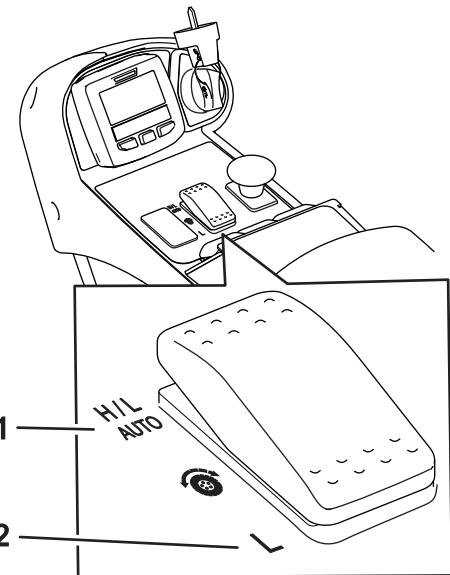

Рисунок 25
- В нормальных рабочих условиях машину следует эксплуатировать при положении переключателя диапазона скоростей H/L AUTO (ВЫС./НИЗК. – АВТОМ. РЕЖ.) (Рисунок 25). Это положение позволяет машине автоматически переключаться между диапазонами низких и высоких скоростей в зависимости от ее применения для скашивания или транспортировки.
- При выборе положения переключателя диапазона скоростей Low (Низкий) (Рисунок 25) машина всегда будет работать в диапазоне низких скоростей. Эту настройку предпочтительно использовать в мастерской, при погрузке на прицеп и выгрузке с прицепа, при движении вверх по крутым склонам или при любых других операциях, когда нежелательно применять более высокие значения скорости тягового привода диапазона высоких скоростей.
Данная машина имеет 2 диапазона скоростей тягового привода: низкий и высокий. Можно выбрать перечисленные ниже положения переключателя диапазона скоростей (Рисунок 25).
Эта функция позволяет установить максимальную скорость машины при нажатии педали до упора вперед (Рисунок 26). Отдельно можно установить максимальные значения скорости для диапазонов низких и высоких скоростей (Рисунок 25).